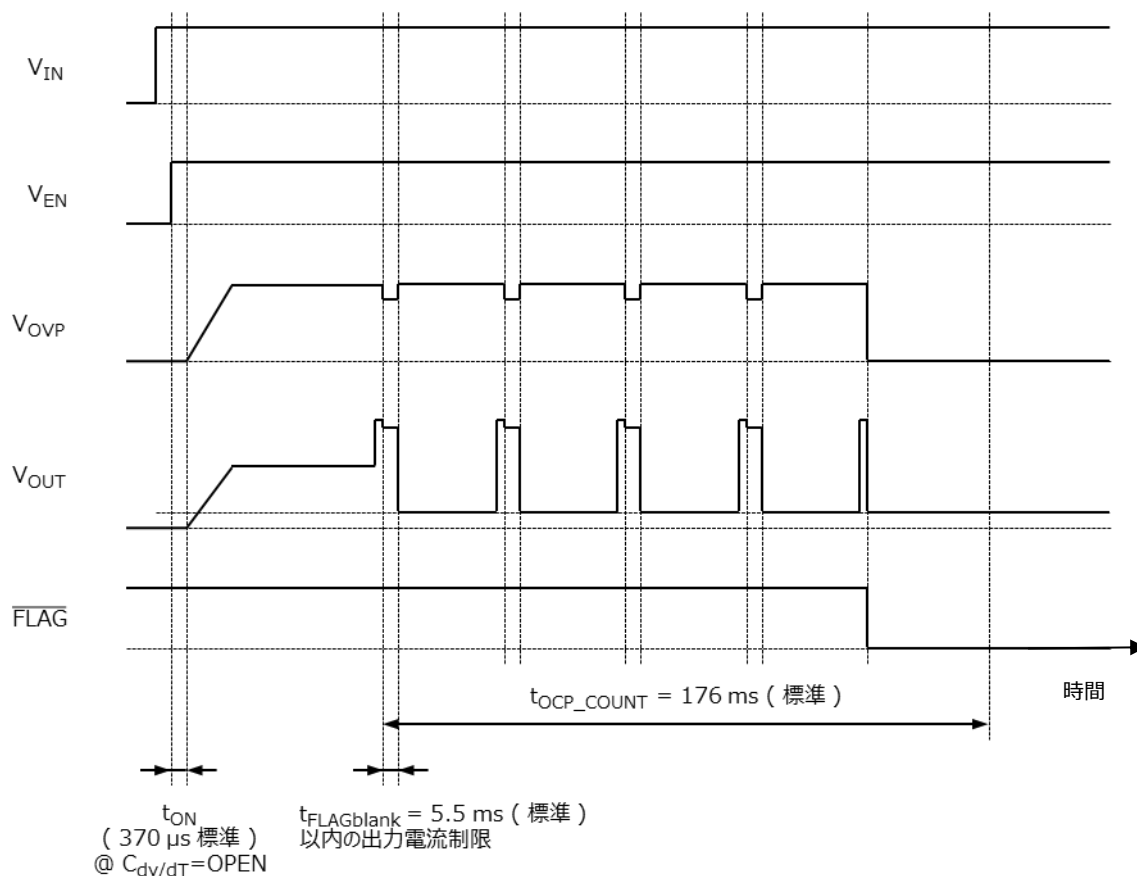

図 6.8 パルス状の過電流が連続して流れたときの過電流保護動作例
また、TCKE712BNL では、図 6.8 のように  $t_{FLAGblank}$  未満のパルス状の過電流が 短時間過電流制限カウント時間  $t_{OCP\_COUNT} = 176 \text{ ms}$  (標準) の期間内に 5 回発生すると、システムの異常と判断して出力をオフすると同時に  $\overline{FLAG}$  も "H" レベルから "L" レベルに反転してラッチが掛かります。
② パルス状 (<5ms) の過電流が $t_{OCP\_COUNT}$ 間に 5 回発生後	$t_{OCP\_COUNT}$ : 過電流フラグ消去時間 (図 6.8 参照)